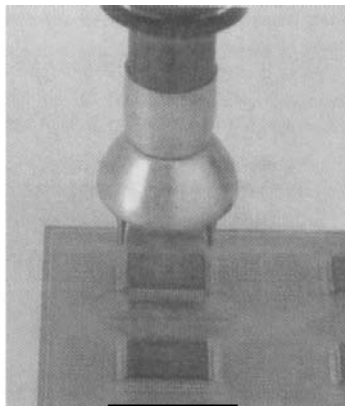

Fig.2
- lipiți, utilizând fluxul de aer cald pentru lipire ca și în fig. 2